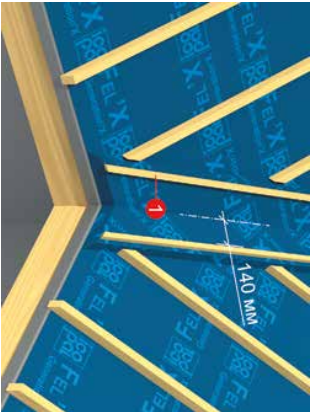

Рисунок 8
5.2.7 Для крепления элементов ендовы по краям опорного настила на расстоянии 140 мм от оси ендовы устанавливаются бруски сечением 25х25 мм (Рисунок 8).